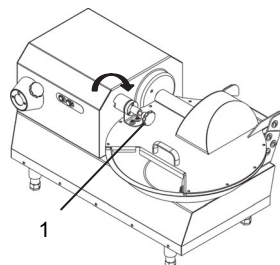

Fig. 6.3.10
- Tourner la poignée de déverrouillage du couvercle dans le sens des aiguilles d'une montre "1" Fig. 6.3.10.